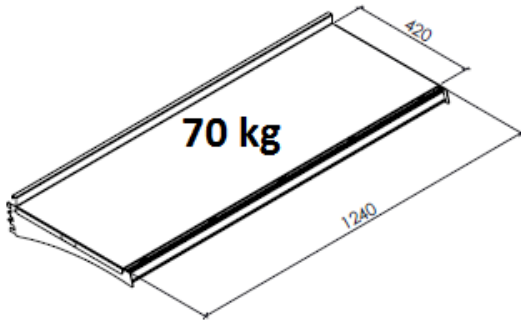
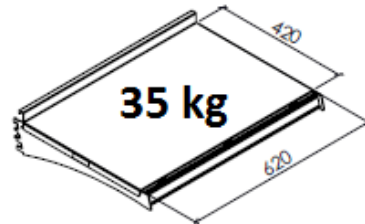

Figura 12: Prateleira 1240x420 mm
Figura 13: Prateleira 620x420 mm
- 3 - Informamos que a mercadoria a ser exposta deve ser uniformemente distribuída pela prateleira. A carga máxima indicada para a prateleira de 1240x420 mm é de 70 kg conforme Figura 12 e para a prateleira de 620x420 mm a carga máxima é de 35 kg conforme Figura 13.